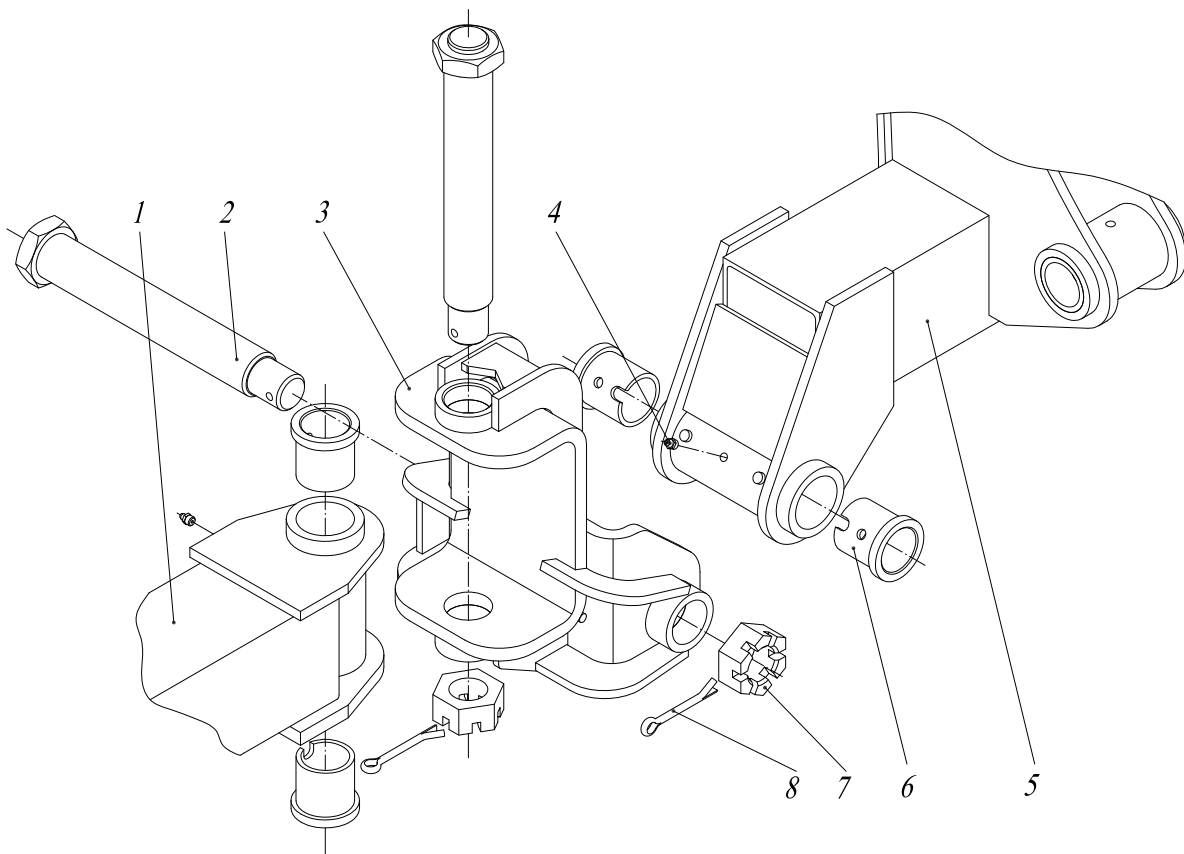

Рис.7 Шарнирное соединение балок
2.1.3. Шарнирное соединение (рис.7) служит соединительным звеном между боковыми и центральной балками и позволяет сцепке копировать рельеф почвы. Шарнирное соединение состоит из сварной крестовины 3 и осей 2 и втулок 6, собранных в кронштейнах центральной и боковых балок.